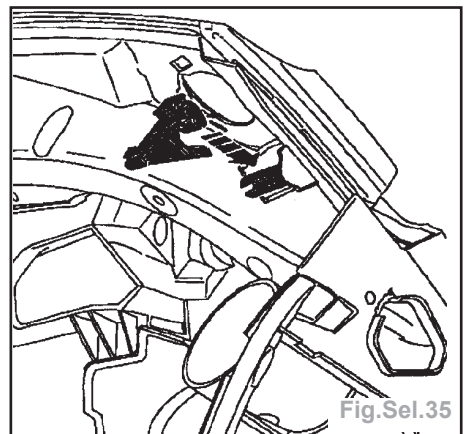

Fig.Sel.35
- Déposer la planche de bord, en la déclinant des agrafes situées en partie supérieure latérale (Fig.Sel.35).